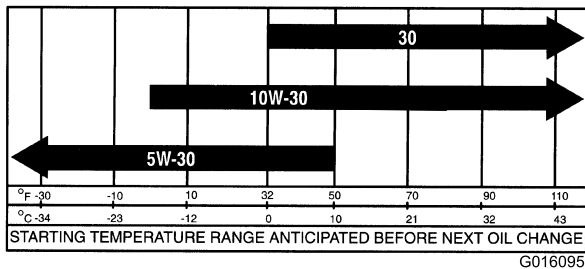

Figura 45
**Viscosità dell'olio del motore:** 10W-30; scegliete la viscosità dell'olio del motore in base alla temperatura dell'aria ambiente nella tabella in Figura 45.